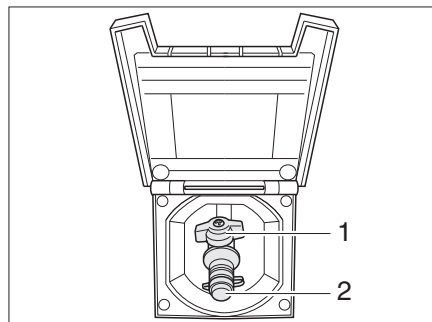

Fig. 242 Toma exterior de gas, válvula de paso de gas cerrada
La toma de gas externa (Fig. 242) se encuentra en el lado derecho del vehículo. En casos excepcionales, la toma de gas externa también se encuentra en el lado izquierdo del vehículo o en la parte trasera.
- Conectar el aparato de gas externo en el punto de conexión (Fig. 242,2).
- Abrir la válvula de paso de gas (Fig. 242,1).